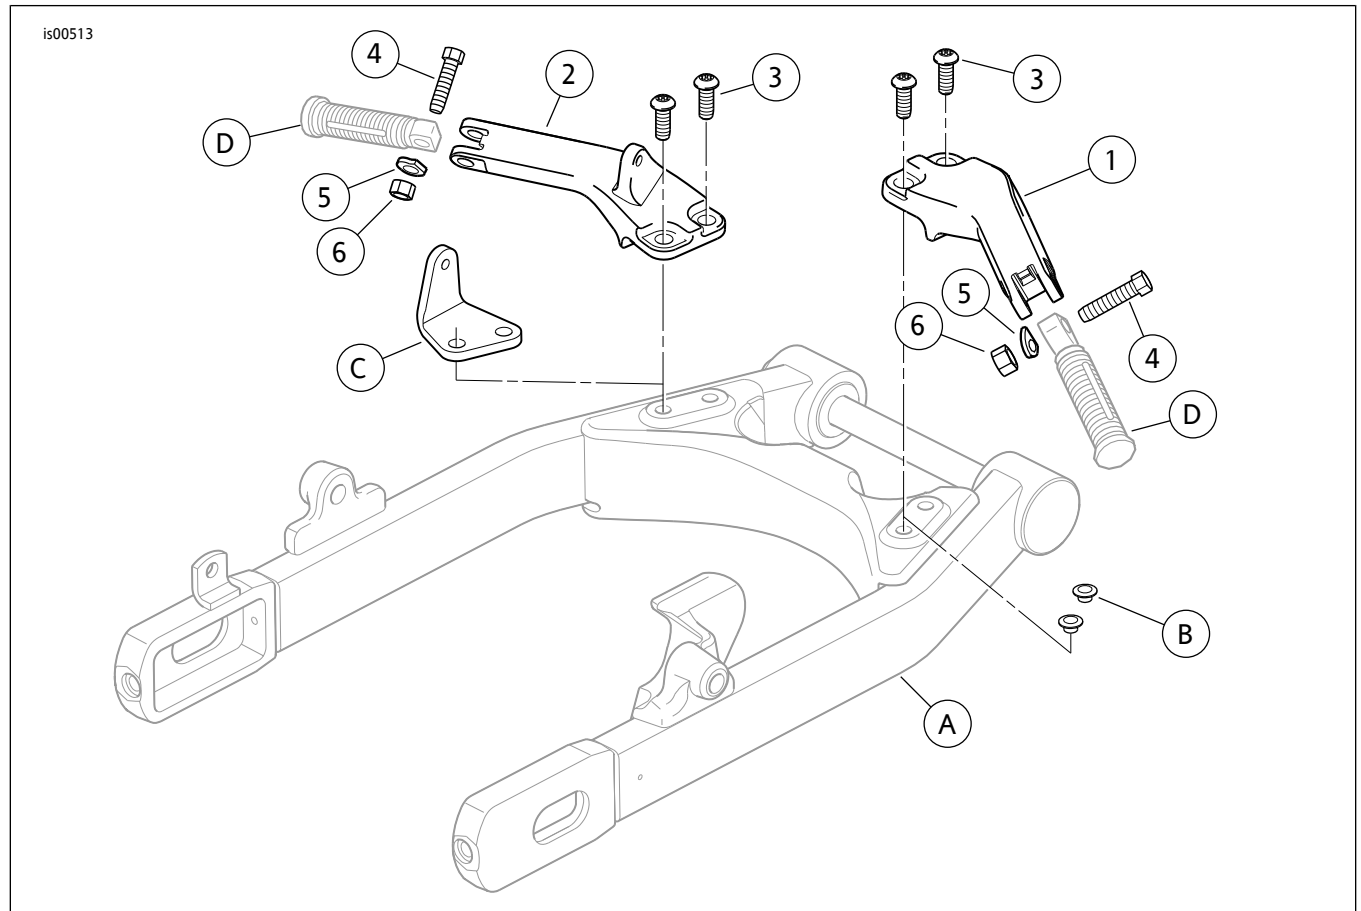

图5。维修零件：乘客脚蹬安装套件
参见图5和表1。
- 参见图5。从套件中取出左侧脚踏支架(2)和两个自攻丝螺钉(3)。将支架安装至安装位置，如图所示，拧紧螺丝至34-47牛米(25-35英尺磅)。
- 参见图5。使用套件中的六角盖螺丝(4)、弹簧垫圈(5)和锁紧螺母(6)将乘客脚踏(单独购买)安装至每个脚踏支架，如图所示。